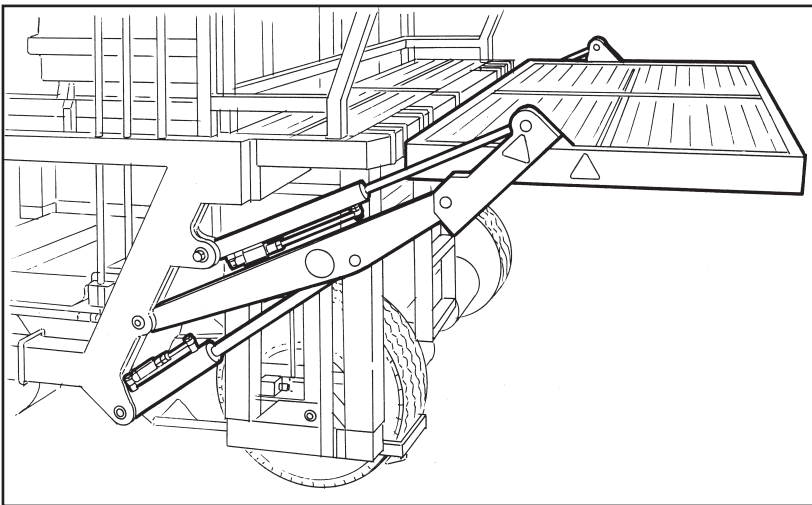

Fig. 5
- Pianale totale posteriore idraulico con movimentazione APRI/CHIUDI e ALZA/ABBASSA (Fig. 5).
- Rear total hydraulic platform with OPEN/CLOSE and up/down movement (Fig. 5).
- Plate-forme totale hydraulique arrière avec manutention ouvrir/fermer et lever/abaisser (Fig. 5).
- Tarima total posterior hidráulica con desplazamiento abrir/cerrar y subir/bajar (Fig. 5).